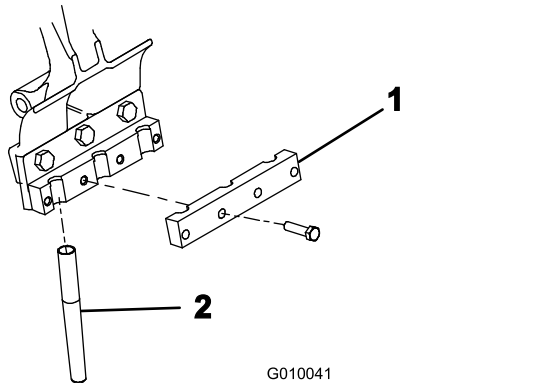

Figure 24
5. Fixez légèrement un serre-louchets sur chaque porte-louchets (Figure 24) à l'aide de 4 boulons ( $\frac{3}{8}$ " x  $1\frac{1}{2}$ "). Ne serrez pas les vis.